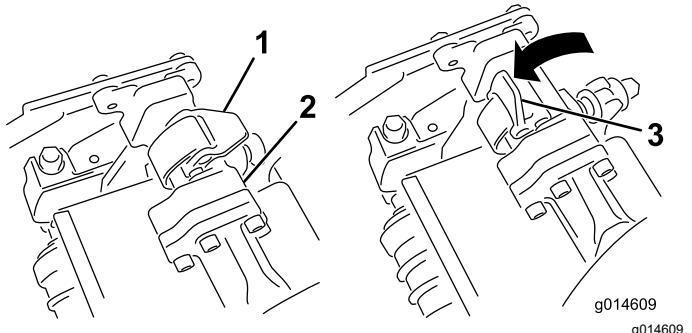
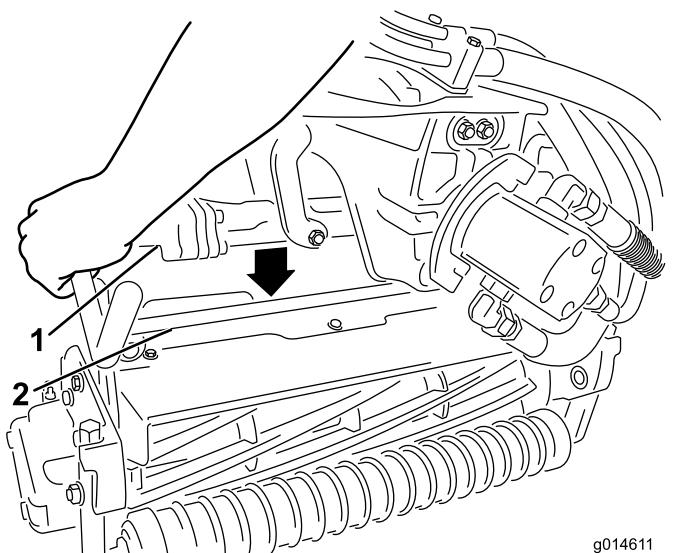

Figura 47
Figura 48
3. Con i fermi del braccio di sospensione rivolti verso l'alto (cioè aperti) (Figura 47), premete il braccio di sospensione verso il basso in modo che la barra si inserisca nella barra della parte superiore dell'apparato di taglio (Figura 48).
4. Chiudete i fermi spostandoli verso il basso e attorno alla barra dell'apparato di taglio, quindi bloccateli in posizione (Figura 47).
4. Aprite i fermi sulla barra del braccio di sospensione dell'apparato di taglio che state rimuovendo (Figura 47).